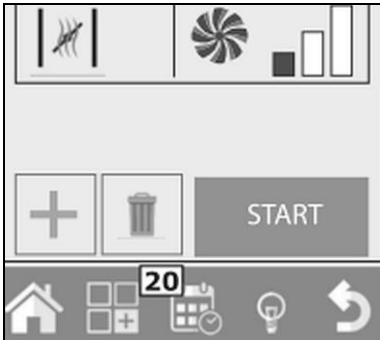
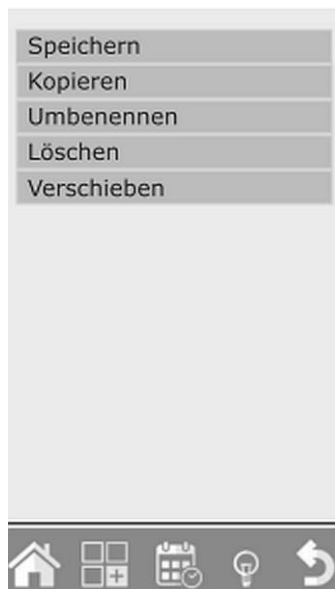
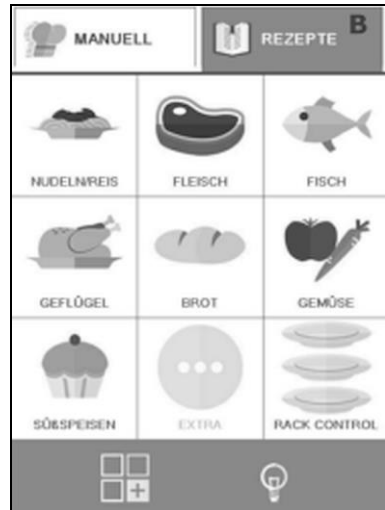

Abb. 25
Abb. 26
Abb. 27
5. Wählen Sie über das Menü „Funktionen“ (20, Abb. 25), "Speichern" und dann „Kopieren“.
1. Wenn Sie ein Garprogramm von einer Gruppe zur anderen verschieben wollen, öffnen Sie das gewünschte Garprogramm und drücken Sie die Taste „Funktionen“ (20, Abb. 25).
2. Wählen Sie danach „Speichern“ und folgend „Verschieben“ (Abb. 27).
Nachdem das Garprogramm geöffnet wurde, die Taste „Funktionen“ (20, Abb. 25) drücken, „Speichern“ und dann „Umbenennen“ (Abb. 27) wählen. Den neuen Namen über die Tastatur eingeben und Eingabe drücken.
1. Nachdem das zu löschende Garprogramm geöffnet ist, drücken Sie die Tasten „Funktionen“ (20, Abb. 25), dann „Speichern“ und „Löschen“ (Abb. 26).
Das Gerät wird mit einer Reihe von gespeicherten Garprogrammen geliefert. Diese sind in Produkt-Kategorien unterteilt (Fleisch, Fisch, Gemüse, etc.). Sie können vom Verzeichnis „Rezepte“ (B, Abb. 27) angezeigt werden.
Durch Drücken auf die Bedienfläche „Rezepte“ (B, Abb. 27) werden die Garprogramme nach Produkt-Kategorien unterteilt angezeigt, wie zum Beispiel Fleisch, Fisch, Gemüse, etc.